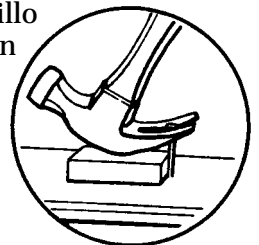

Fig. 3
- To remove a nail use the claw end of the hammer. Place a small block of wood under the head of the hammer to avoid marking the wood (Fig. 3).
- Para sacar un clavo, use las orejas del martillo. Ponga un bloque pequeño de madera debajo de la cabeza del martillo para evitar marcar la madera (Fig. 3).